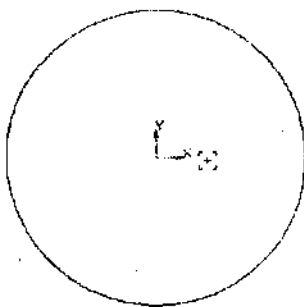

Рис. 2.14. Окружность, построенная с использованием типа линии *Основная*
4. На формате чертежа щелкните в том месте, где вы хотите поместить ее центр. Перемещая мышь, определите диаметр окружности и щелкните левой кнопкой. Таким образом, вы создали окружность. По умолчанию для ее построения использовался тип линии *Основная* (рис. 2.14).